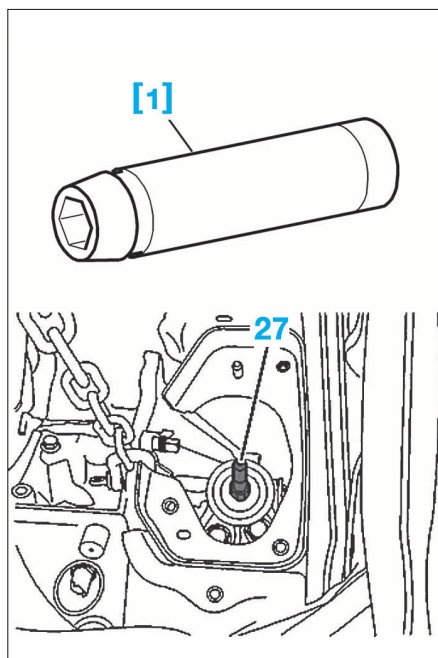

FIG. 9
[1]. Douille de dépose de l'axe de fixation de boîte de vitesses sur le support (Fig.9).
- Déposer (Fig.9) :
- l'axe de boîte de vitesses (27) et sa rondelle à l'aide de l'outil [1]